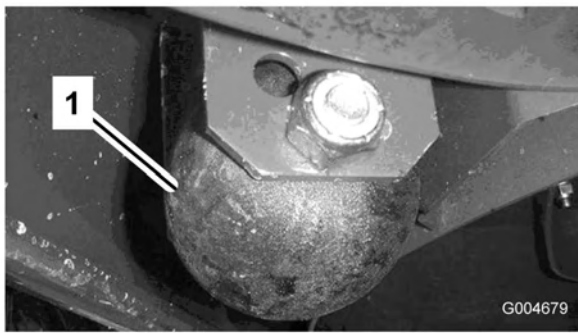

Bild 25
1. Entfernen Sie die Schraube und Mutter, mit denen das Abstandsrad an den Mähwerkhalterungen befestigt ist (Bild 25).